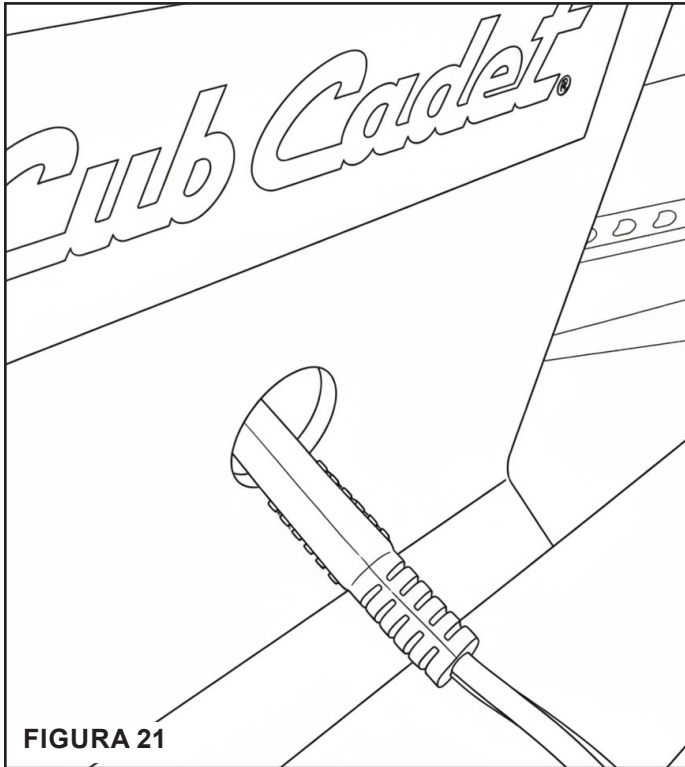

FIGURA 21
PASO 21: (VER FIGURA 21)
- Instale el arnés del motor a través del orificio en el conjunto del soporte de control (4).